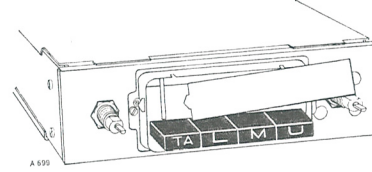

Fig. 2
3. Lichtschirm nach **rechts** herausziehen: Fig. 2
3. Withdraw reflector plate by pulling it to the **right**: Fig. 2.